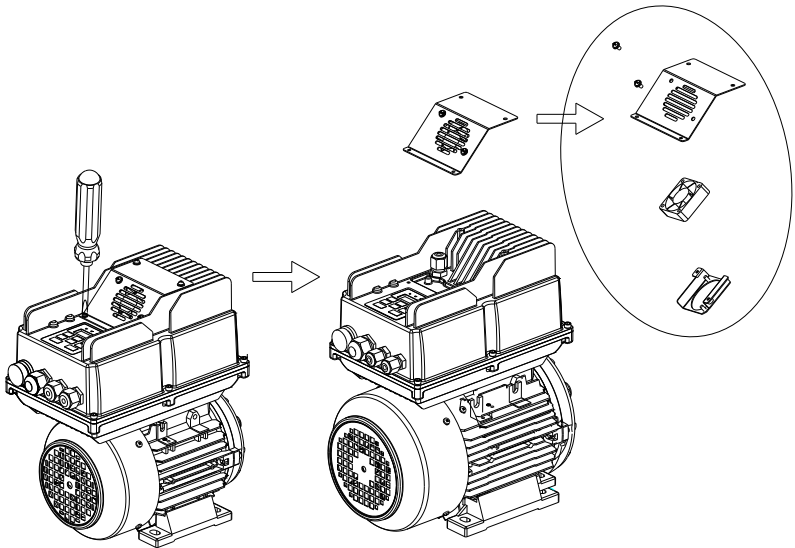

图 8-1 (a) 拆除风扇罩图
- 1.如图 8-1(a)所示用螺丝刀拆除风机安装板上的四颗螺钉,注意风机电源线要断开。
- 2.如图 8-1(b)所示用螺丝刀拆除安装板上的两个螺钉,把风机从风机固定件上取出即可。